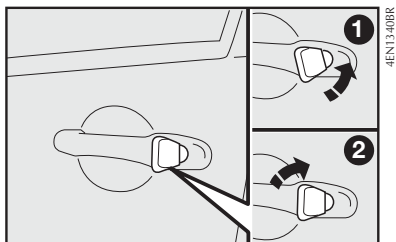
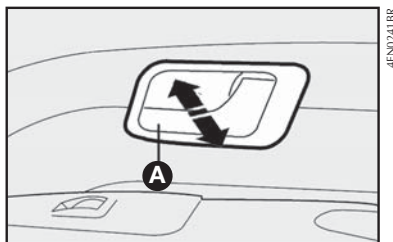

fig. 89
fig. 90
### Abertura manual por fora – fig. 89
Abertura: puxar a maçaneta de abertura **A**—fig. 90.
Efetuar o travamento das portas, manualmente, pressionando a maçaneta interna de abertura da porta dianteira direita **A**—**fig. 90** e, a seguir, girar a chave na fechadura externa da porta do motorista posição **2**—**fig. 89** no sentido horário.
– Para fechar a porta manusear a maçaneta pela região C—**fig. 90**, para evitar o acionamento da fechadura, que iria impedir o fechamento da porta. O correto fechamento da